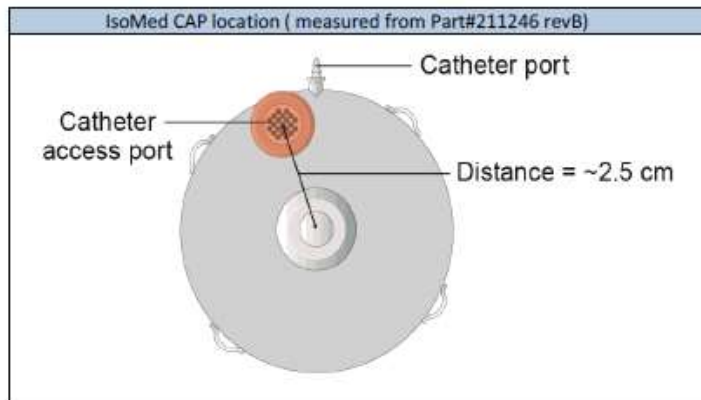

Figure 1 : Emplacement du port d'accès au cathéter IsoMed™
Différence principale : Le **TEMPLATE** du kit d'accès aux cathéters pour SynchroMed® II modèle 8540 de Medtronic **n'est PAS compatible** avec la pompe IsoMed™ et ne peut être utilisé pendant la procédure d'accès au cathéter. L'orifice d'accès du cathéter de la pompe IsoMed™ se trouve à un emplacement différent de celui de la pompe SynchroMed® II (voir Figure 1).
- Palpez pour identifier le site d'accès au cathéter du côté surélevé de la pompe IsoMed™ (Figures 1 et 2). Le site d'accès au cathéter est situé sur le bord de la pompe et à environ 2,5 cm de l'orifice de remplissage.